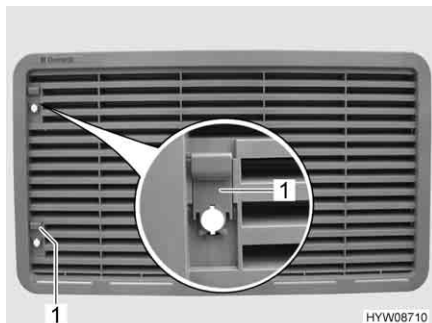

Fig. 168 Griglia di aerazione del frigorifero
- Spingere il cursore (Fig. 168,1) verso l'alto.